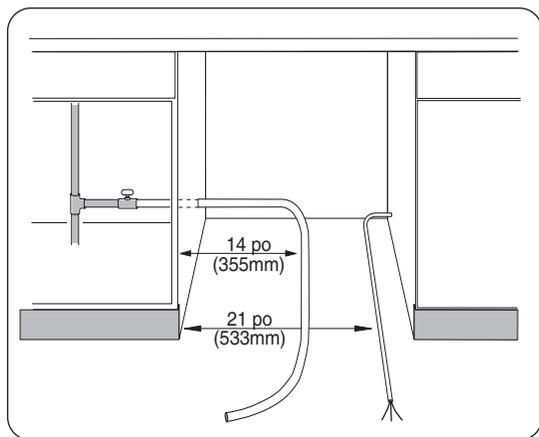

Figure 19
- 1 Placer et positionner les canalisations en eau chaude et électrique comme à la **figure 19** pour qu'elles s'alignent avec les rainures sous la base du lave-vaisselle.